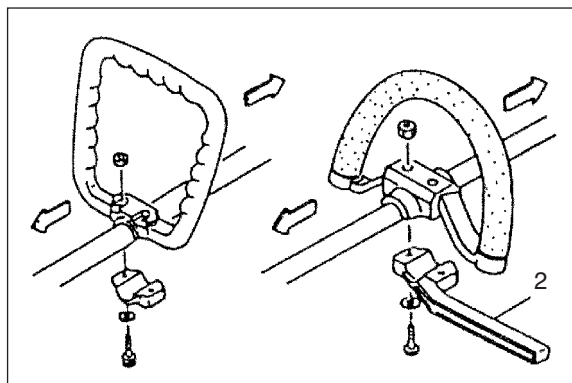

Fig.1-2
Når du bruger ståklinger/stive klinger på lige akseltrimmere eller buskryddere, skal du altid bruge en barrirestang (2) og en skuldersele med løkkehåndtag (fig. 1-2, 1-2B).